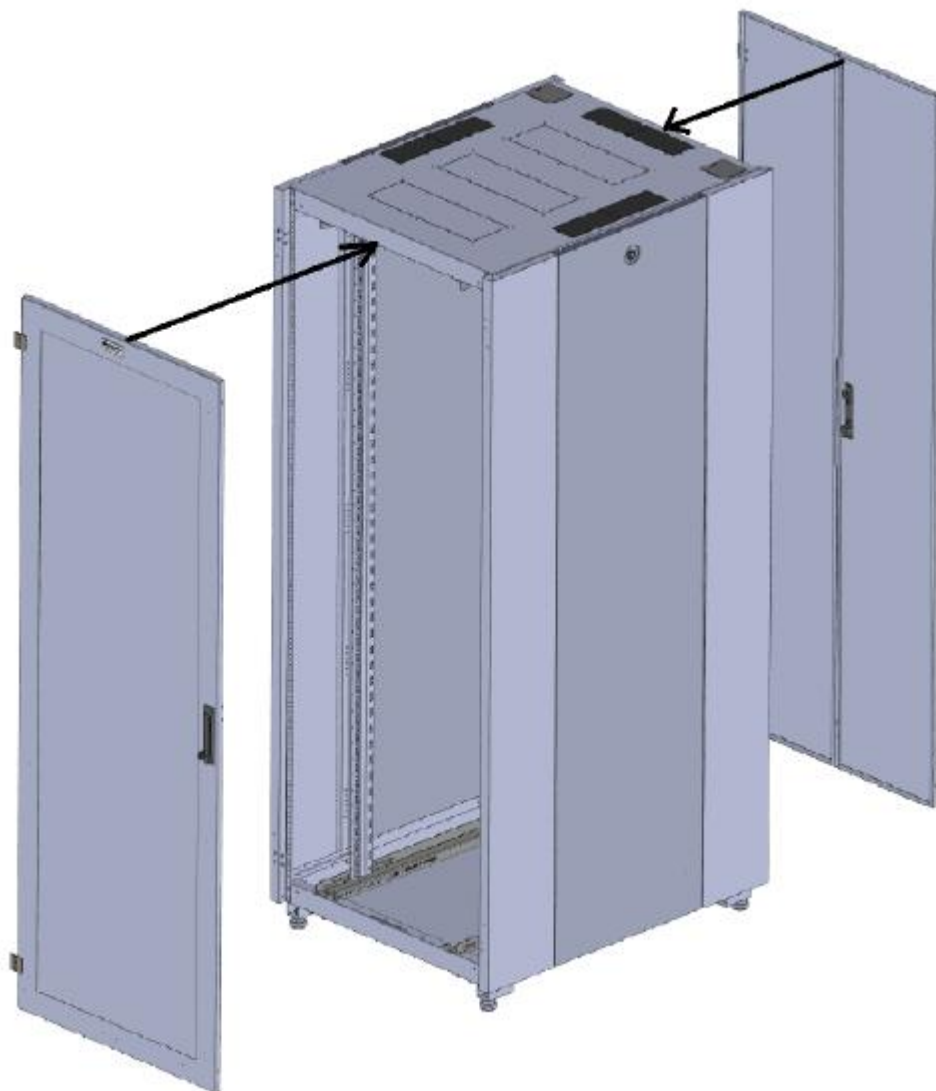

Рисунок 10. Установка дверей шкафа.
10. Закрепите дверцы на корпусе шкафа, затянув их гайками М5. Установите дополнительные аксессуары с учетом направления открывания дверцы (рисунок 10).